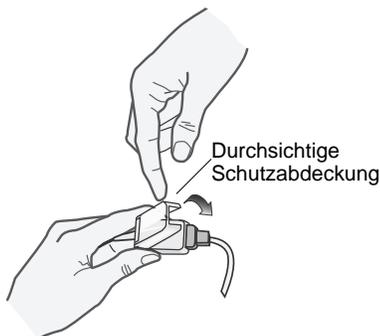

Abbildung 6
- Drücken Sie die durchsichtige Schutzabdeckung auf den Anschluss, um ihn zu sichern (siehe Abbildung 6).
7. Drücken Sie die durchsichtige Schutzabdeckung auf den Anschluss, um ihn zu sichern (siehe Abbildung 6).